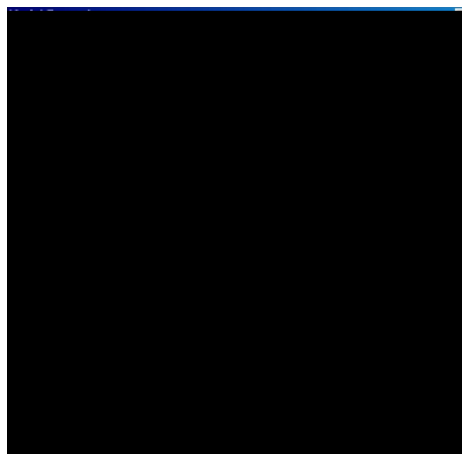

Рис. 10.8. Вкладка **ABC Units** диалога **Model Properties**
**Properties**) во вкладке **ABC Units** (рис. 10.8) установите единицы измерения денег – рубли и времени – часы.